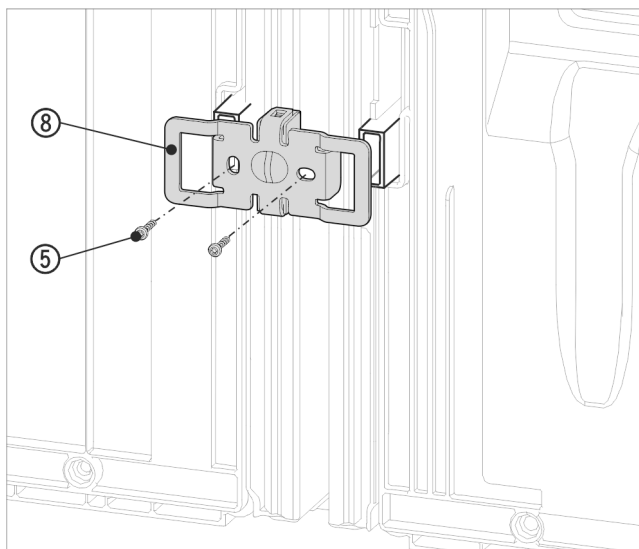

Fig. 19 Näitlik kujutis
- Lükake nurgik Fig. 19 (8) uuesti väljalõigetega seina-vahehoidiku kinnituspessa kohale.
- Kruvige 2 kruviga Fig. 19 (5) tugevasti külge.